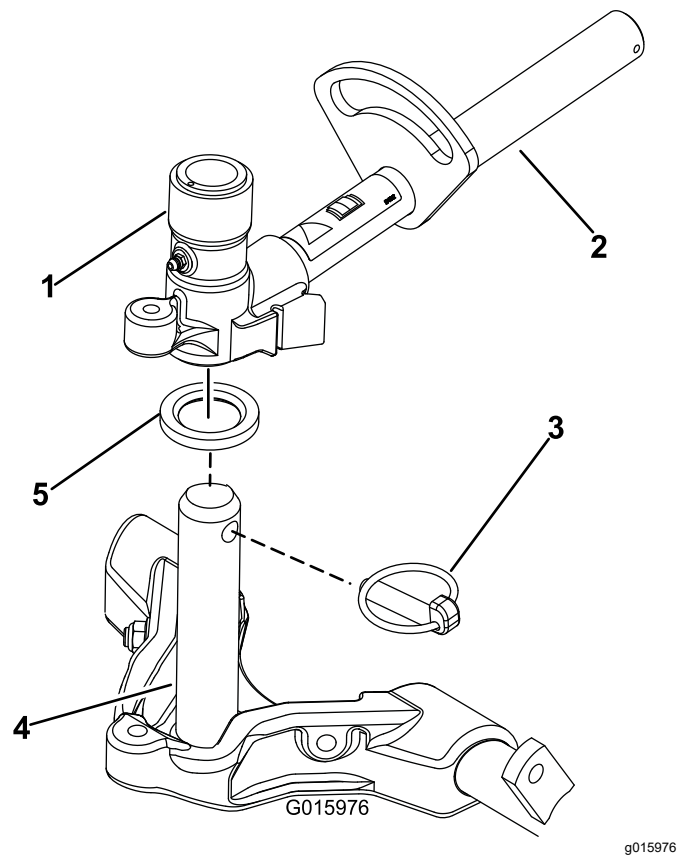

Figura 16
9. Unte el eje del bastidor de tiro con grasa limpia (Figura 16)
10. En el caso de las unidades de corte delanteras, deslice una unidad de corte debajo del brazo de elevación mientras coloca el eje del bastidor de tiro en la horquilla de pivote del brazo de elevación (Figura 16). Asegúrese de que la arandela de empuje está correctamente posicionada en el eje del bastidor de tiro.
11. Sujete el eje del bastidor de tiro a la horquilla del brazo de elevación con el pasador de seguridad (Figura 16).
- B. Introduzca la horquilla del brazo de elevación en el eje del bastidor de tiro (Figura 16).